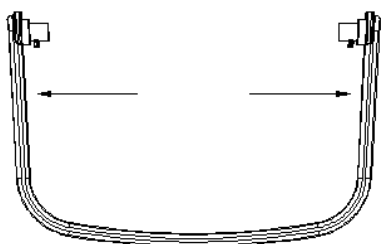

Fig.1
1) Segure os dois lados da pega exibida nas setas com as mãos e puxe-as para fora (ver Fig.1).